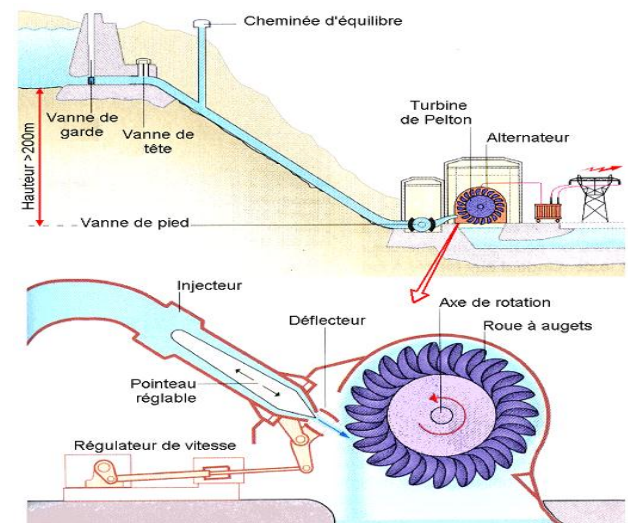

Figure 3 : turbine de Pelton (Hauteur chute d'eau >200m)
- Pour les chutes d'eau importantes, les centrales sont implantées loin du barrage. Elles utilisent une turbine de Pelton équipée d'une roue à augets qui tourne à l'air libre sous la force d'un jet à très grande énergie dirigé par un injecteur. Un pointeau de réglage permet de maintenir constante la vitesse de rotation de la turbine (figure 3).